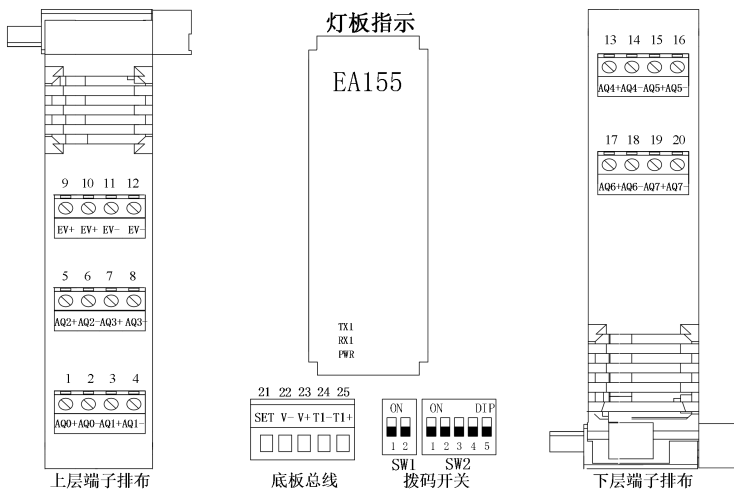

图 E-26 EA155/165/167 输出端子、底板连接器、拨码开关和指示灯位置
- EA155/EA165/EA167 系列产品端子排布如图 E-26 所示。